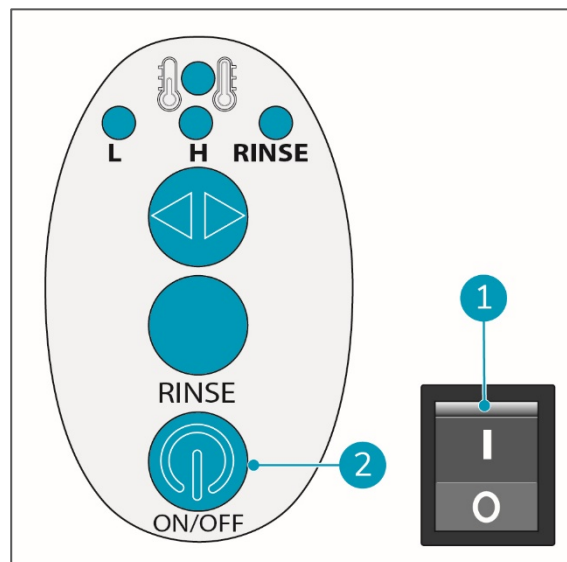

Abbildung 16
1. Schalten Sie den Dampf mit der ON/OFF-Taste aus (Abb. 16, Pos. 2).
2. Schalten Sie den i-gum® mit dem Hauptschalter aus (Abb. 16, Pos. 1).